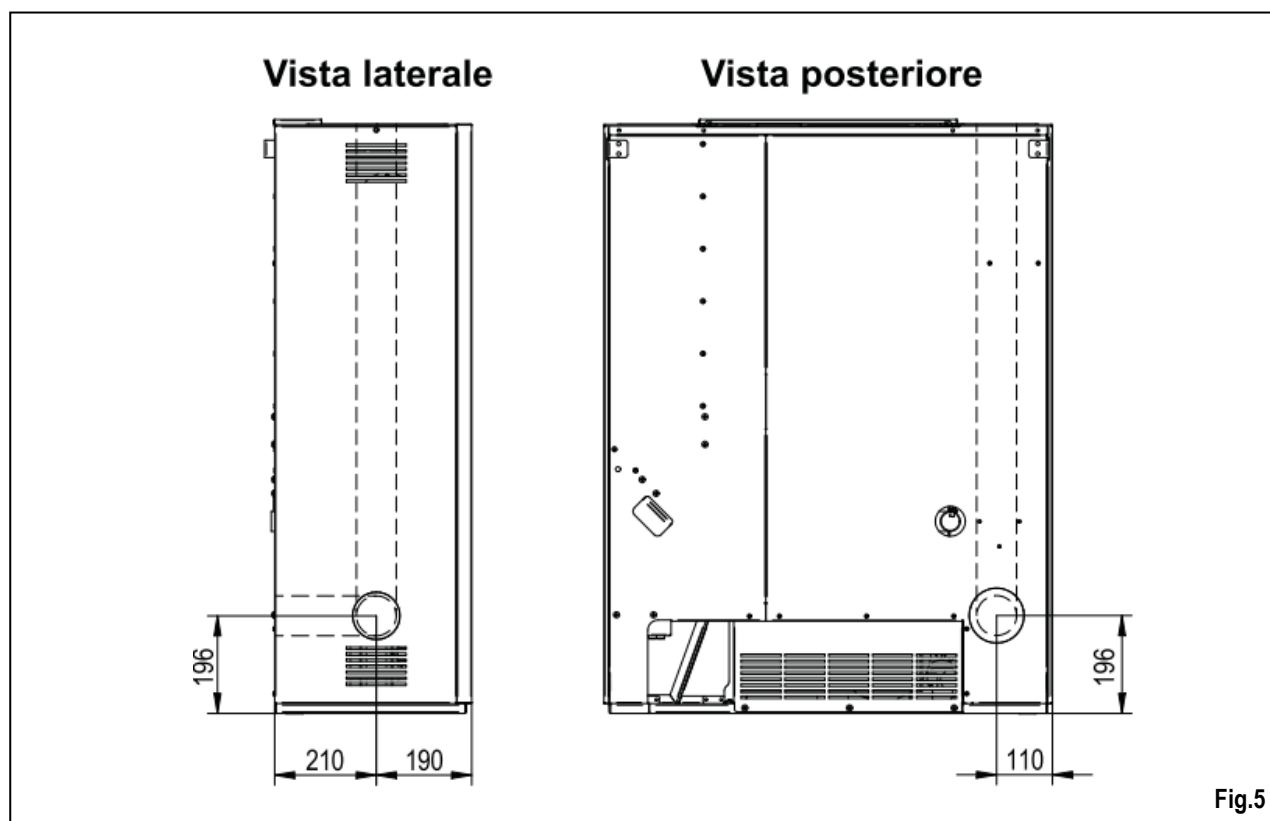

Fig.5
- Posizionare la canna fumaria tenendo conto della posizione del tubo di uscita fumi (fig.5).